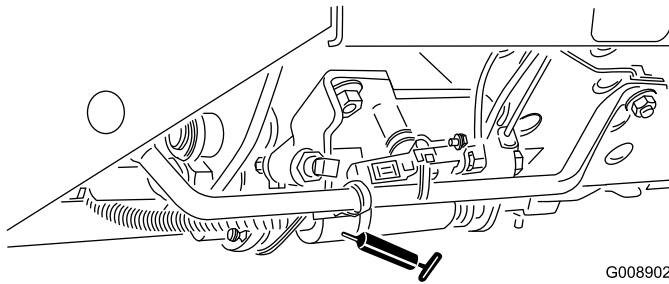

Figure 55
- Sélecteur de tonte/transport (Figure 55)